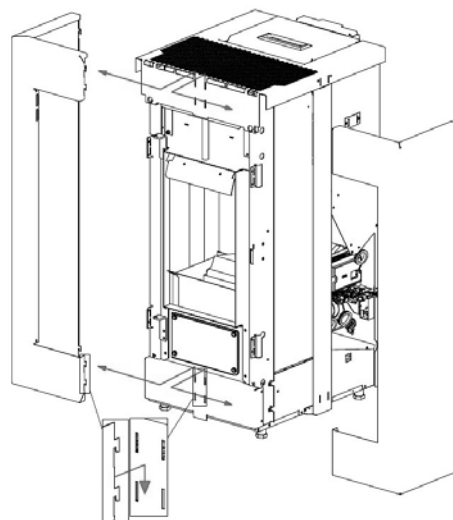

Fig. 55 - Sganciare fianchi
- Sganciare i fianchi anteriori (vedi **Fig. 55**).